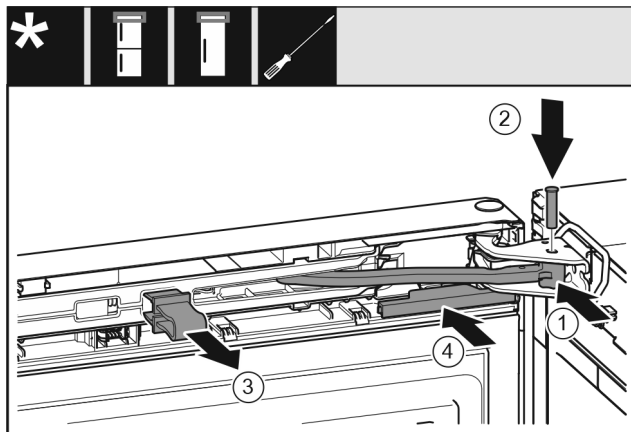

Fig. 21
- ▶ Przegub obrócić w płytce zawiasu. Fig. 21 (1)
- ▶ Sworzeń umieścić w płytce zawiasu i przegubie. Przy tym zwrócić uwagę, aby krzywka zatrzaskowa została prawidłowo umieszczona w rowku. Fig. 21 (2)
- ▶ Zdjąć zabezpieczenie. Fig. 21 (3)
- ▶ Wsunąć osłonę. Fig. 21 (4)